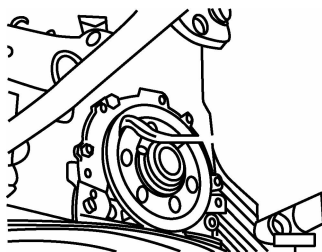

图 2-8 拆卸曲轴后油封
(1) 拆下变速器, 再拆下飞轮和压盘。
(2) 用专用工具 VW10-221 拆下曲轴后油封, 如图 2-8 所示。